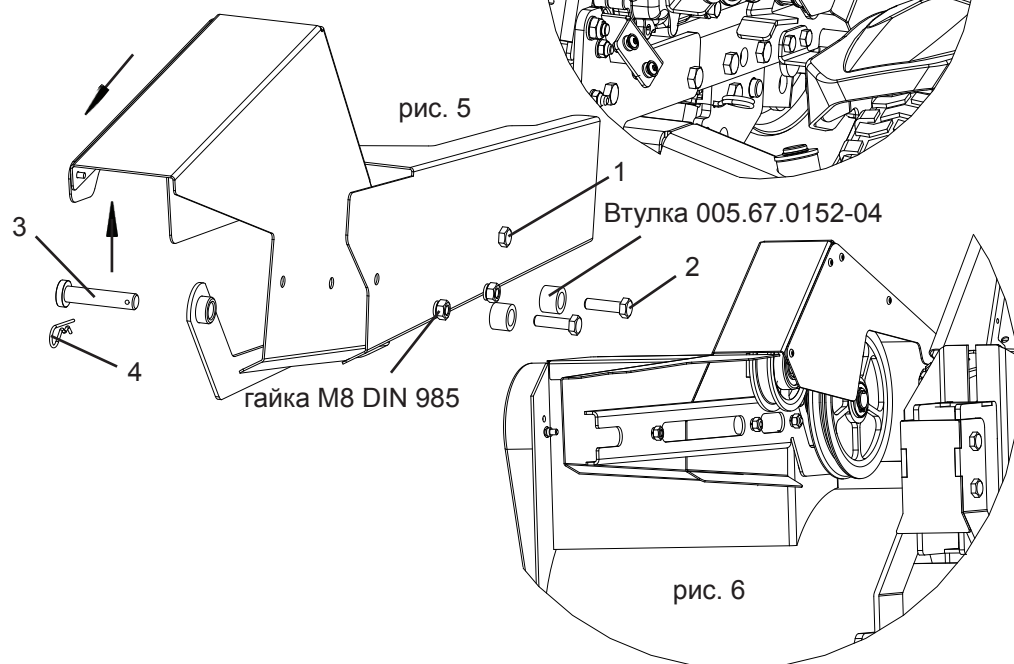

рис. 5
Ослабьте гайку (1), выкрутите 2 болта М8х30 (2) (рис. 5), сместите переднюю часть щитка не размыкая 2 половинки и приподнимите переднюю часть щитка, как показано на рисунке. Установите щиток на изделие (рис. 6) закрепите его при помощи оси (3) и шплинта (4), закрутите болты М8х30 (2) в исходное положение.